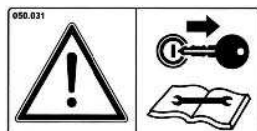
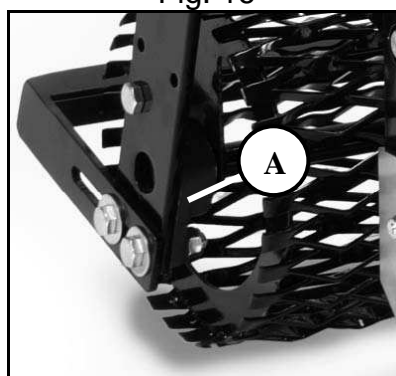

Fig. 15
Fig. 17
3. Den Schmierölstand im Untersetzungsgetriebe mit dem seitlich am Untersetzungsgetriebe angebrachten transparenten Stopfen (Fig. 15-Punkt A) nachsehen (nur bei den Modellen MTZ 135-150-170-190). Der Ölpegel ist hoch genug, wenn er am Stopfen zu sehen ist. Zum Ölnachfüllen den Stopfen auf der oberen Seite des Untersetzungsgetriebes benutzen (Fig. 15 – Punkt B).
2. Den Schmiermittelstand im Tank mit dem vorgesehenen Stopfen prüfen (Fig.17 - Punkt A). Dies sollte geschehen, wenn die Maschine bereits einige Minuten in Betrieb steht.
4. Schmiermittelstand im Hauptkörper der Fräse (Fig. 17 – Punkt A) und im Gehäuse des Untersetzungsgetriebes (Fig. 15 Punkt A und B) kontrollieren